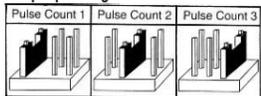

Fig. 1
**Impostazione del contatore di impulsi:** Il contatore d'impulsi regola il numero di impulsi che deve essere riconosciuto prima che il rilevatore apra il relè d'allarme. L'impostazione del contatore d'impulsi può essere modificata attraverso la rispettiva posizione del jumper (Fig. 1). L'impostazione di default è regolata su 2 impulsi.